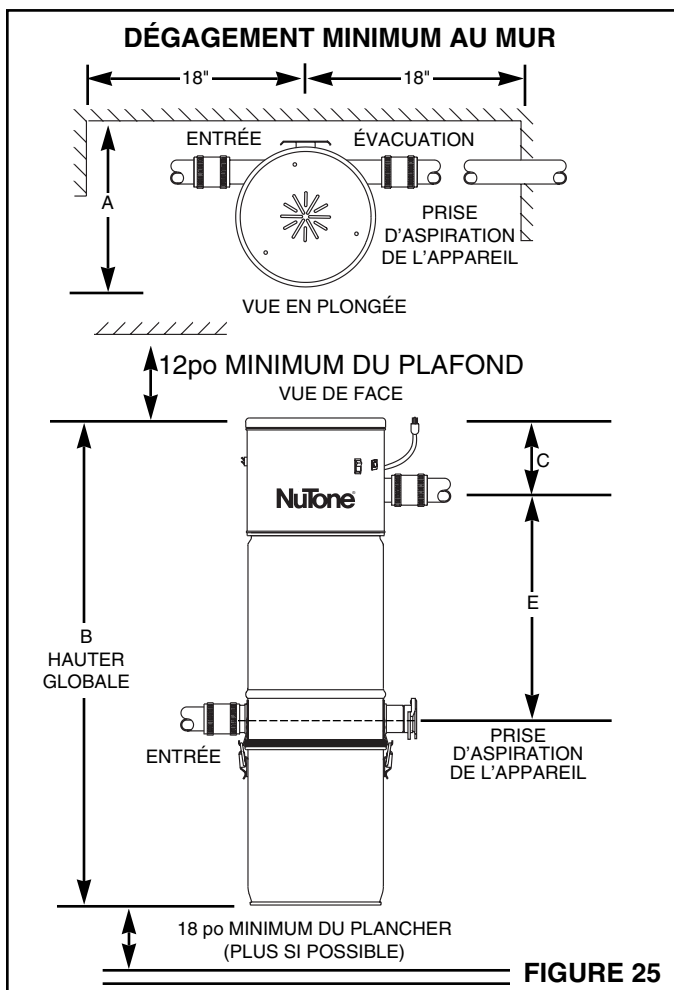

FIGURE 25
MONTAGE Consultez la Figure 25 ainsi que la page 3.
2. Retirez le support de montage du groupe, puis fixez-le au mur en tenant compte des données de dégagement minimums de la Figure 25. Les vis doivent être placées dans un montant mural ou dans une autre structure solide appropriée.